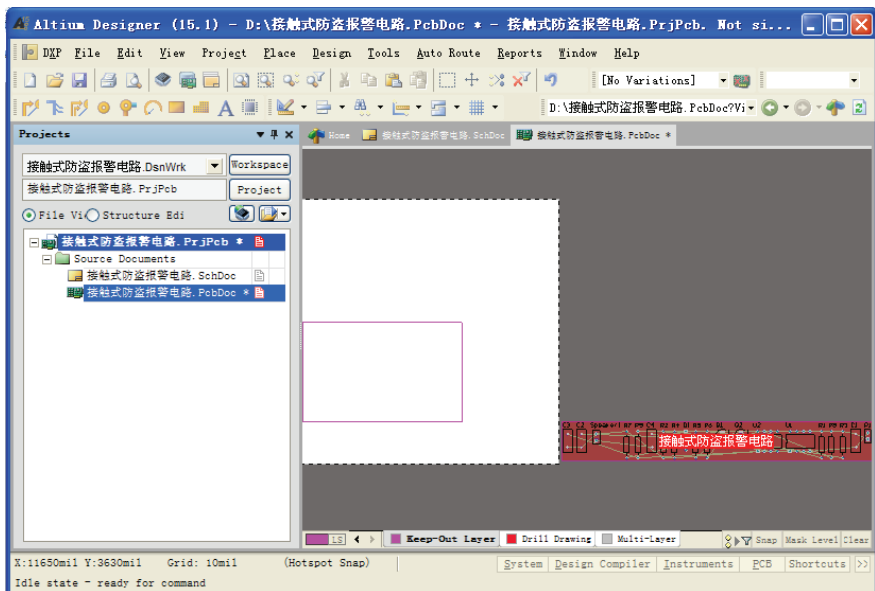
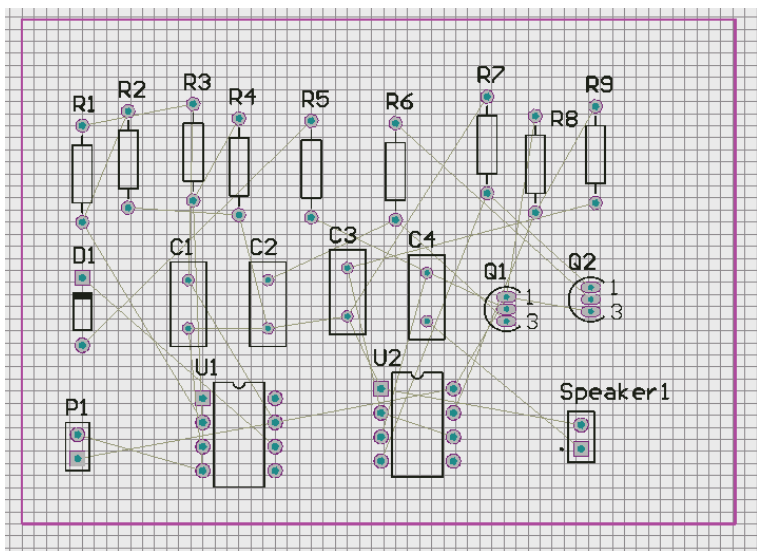

图 11-11 拥有数据的 PCB 文件
图 11-14 元件手工布局的效果图
(4) 单击 **Close** 按钮，关闭对话框。所有的元件和飞线已经出现在 PCB 文件中所谓的元件盒“Room”（也称元件空间）内，如图 11-11 所示。
电子电路元器件的布局考虑的因素很多。除了本书 9.2 节所述的内容外，还有电路的简捷、规整，以及便于使用和易于维护等。基于上述原则，利用光标就可以将图 11-11 中的元器件移到布线区，如图 11-14 所示。
观察图 11-14，读者会发现在完成元件自动布局后，除了元件放置比较乱外，元件的分布不均匀。尽管这并不影响电路的电气连接的正确性，但影响了电路板的布线和美观，所以需要调整，也可以对元件的标注进行调整。
下面在图 11-14 的基础之上，先手工调整，再自动排列。具体步骤如下：